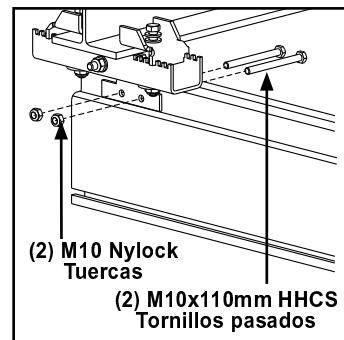

Figura 3-38
- Paso 3. Instale dos (2) M10 x 110 mm HHCS con tuerca Nylock M10. Apriete hasta que tornillos asienten + 1/4 de vuelta. No apretar de más, puede doblar el soporte. Vea Figura 3-38.